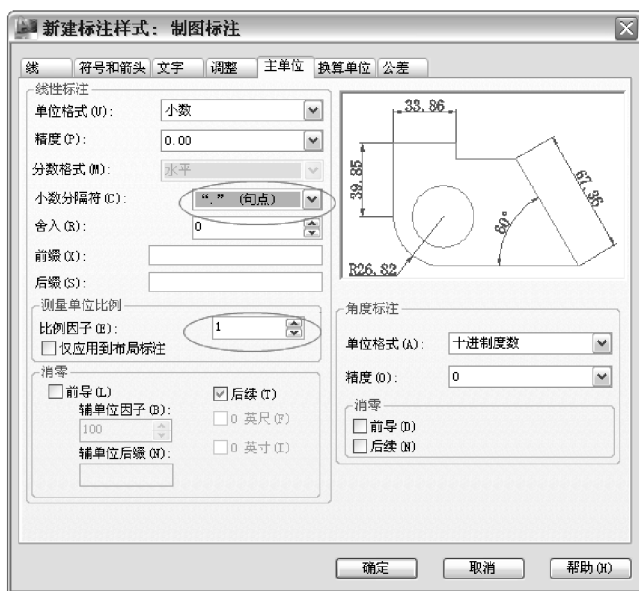

图 8-48 【主单位】选项卡设置
8) 选择【主单位】选项卡，“线性标注”中“小数分隔符”选为“.”句点，如图 8-48 所示。